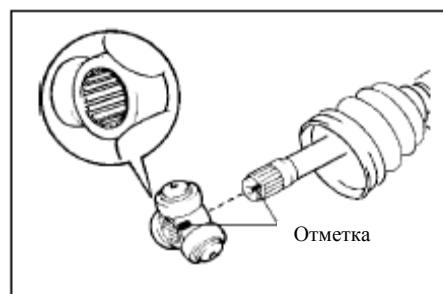
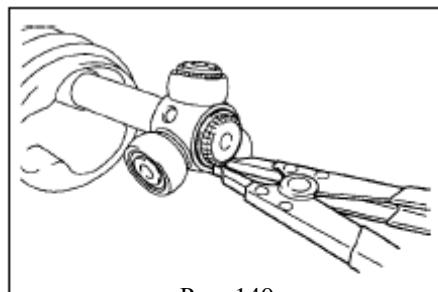

Рис. 139
Рис. 140
- (1) Установите на вал новые запасные части в следующей последовательности:
- (2) Расположив детали в соответствии с метками взаимного расположения, установите тринод на вал(рис. 139).
- (3) Напрессуйте тринод на вал с помощью латунного бруска и молотка
- (4) С помощью инструмента для снятия стопорного кольца установите новое стопорное кольцо(рис. 140)
- (5) Нанесите смазку на тринод.